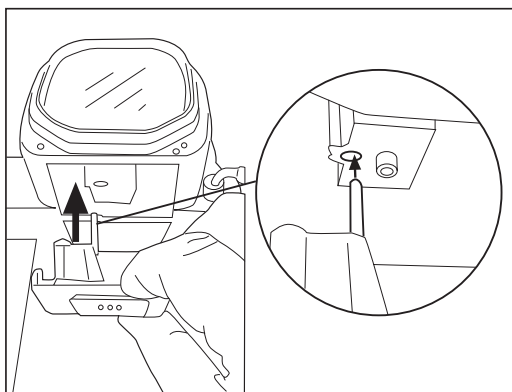

Fig. 19
- Rimontare la tramoggia sul corpo macchina premendo fino a quando le clip non entrano in sede (**Fig.19**)
NOTA: il cilindro della tramoggia dev'essere inserito nell'apposito foro (**Fig.19**)